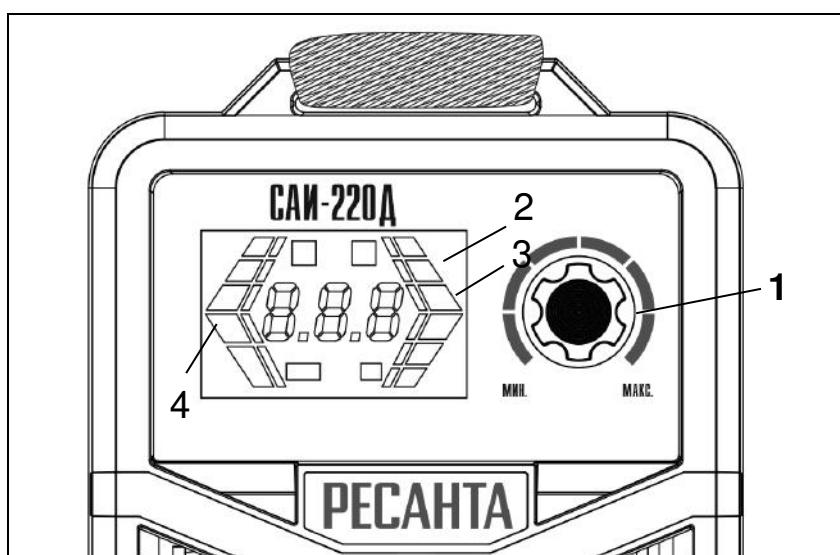

Рис.4 Управления режимами/функциями в синергетическом управлении
1. Переключение аппарата в Синергетический режим осуществляется путем длительного нажатия на регулятор 1 (рис.4). При каждом нажатии осуществляется переключение между функциями.
2. Выбор электрода осуществляется путем вращения регулятора 1(рис.4). При этом на дисплее указывается ток, подходящий для выбранного электрода.
3. Установка величины толщины металла 3(рис.4) осуществляется вращением регулятора 1(рис.4) для более точной подстройки параметров. После фиксации толщины металла на дисплее отобразится диаметр электрода и величина тока.